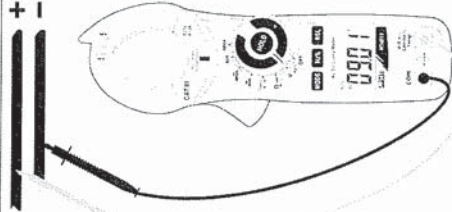

Abb. 2: Verwendung der Zange für Gleichspannungsmessung
2. Verbinden Sie die rote Messleitung mit der **VΩHz%** Eingangsbuchse, und die schwarze Messleitung mit der **COM** Eingangsbuchse (siehe Abb. 2).